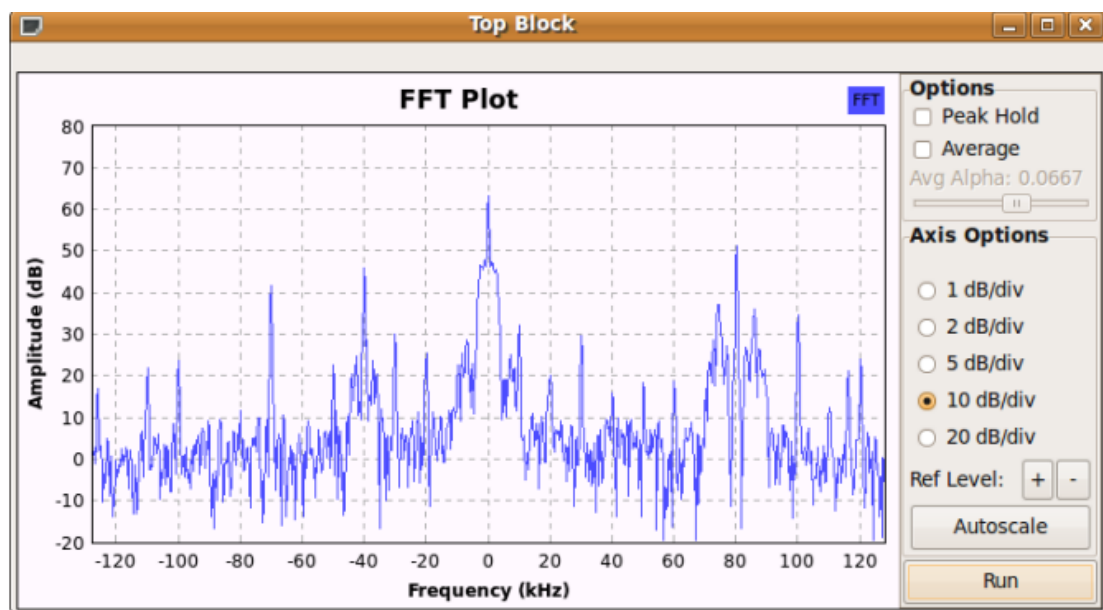
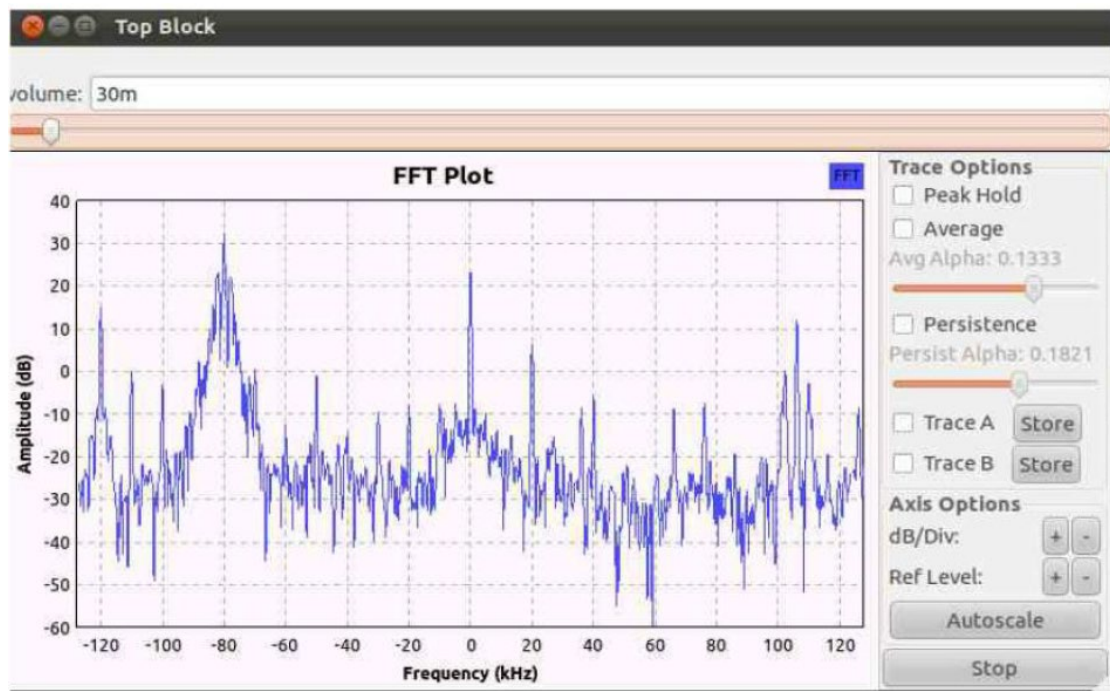

图 2
图 10
2. 保存并执行上述 FLOW GRAPH，可以观测到该信号的 FFT 频谱，如图 2 所示。点击右下角的 Autoscale 按钮可以将波形调整到合适的位置。观测频谱并注意以下几点：
8.观察图 2 的信号可以看到在 80KHz+710KHz 的波段有很强信号,因此去解调此处的信号。为了解调 790KHz 处的信号,需要将其频移至 0 频附近。要想得到该信号,可以通过乘以一个余弦信号进行频谱的搬移。修改频谱后如图 10 所示: